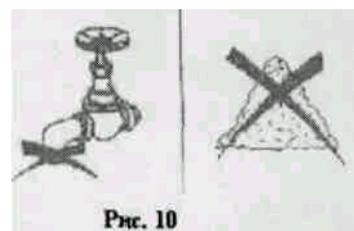

Рис. 10
- кран водоснабжения обеспечивающий подачу воды, открыт (рис. 10),